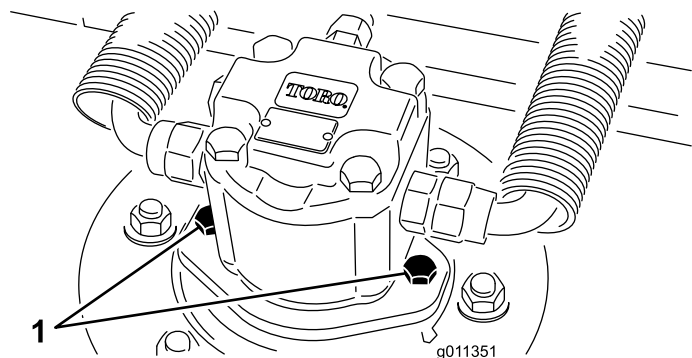

Figura 10
2. Desligue e retire o motor hidráulico da plataforma (Figura 10). Cubra a parte superior do eixo para não o sujar.
4. Instale o motor hidráulico na plataforma (Figura 10). Verifique se o anel de retenção está posicionado corretamente e não está danificado.